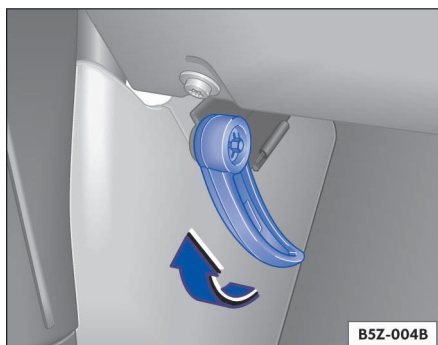

Fig. 95 Detalle de la zona reposapiés en el lado del conductor: Palanca de desbloqueo de la tapa del compartimiento del motor
- Tire la palanca de desbloqueo, colocada debajo del panel de instrumentos ⇒ fig. 95 -flecha- – la tapa del compartimiento del motor se desbloqueará debido al esfuerzo del resorte ⇒ ⚠.